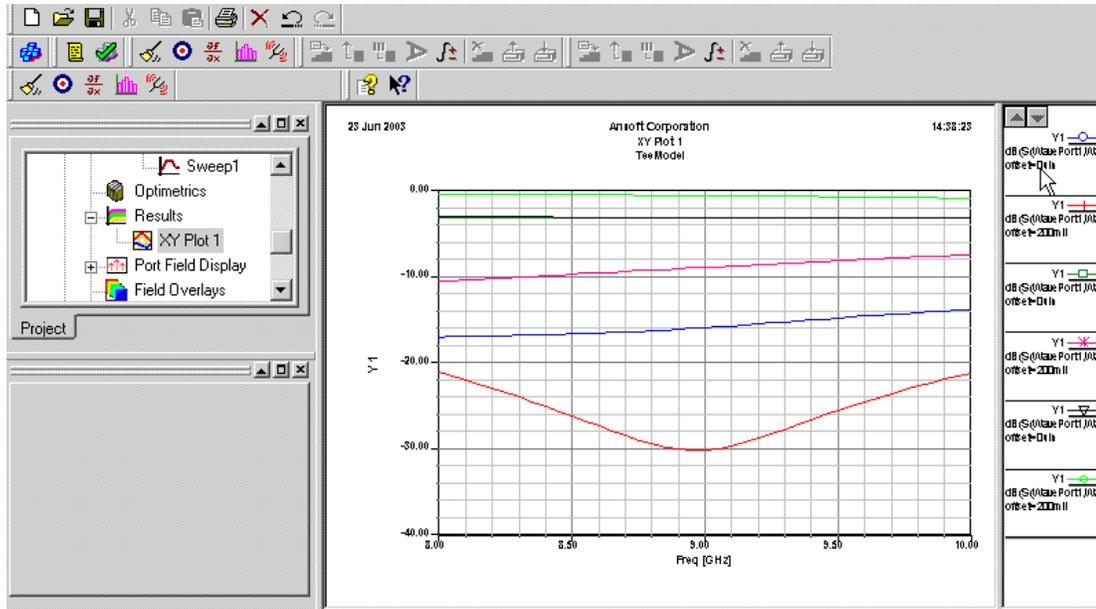

Рис. 7.40. Рассчитанные характеристики волноводного T-моста
9. Щелкните **Done**. Величина S-параметров для каждой величины смещения будут составлять график относительно частоты на графике x-y, как показано на рис. 7.40.